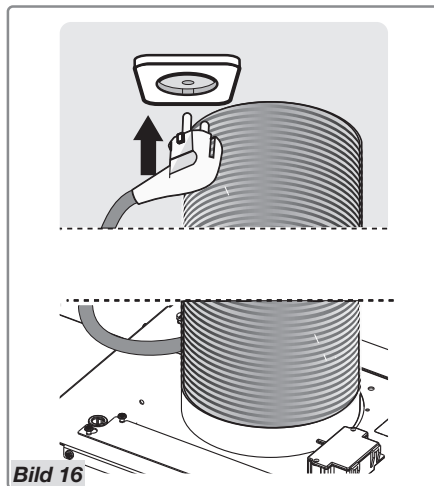

Bild 16
- Sätt in kontakten i det fränkopplade vägguttaget (Bild 16).